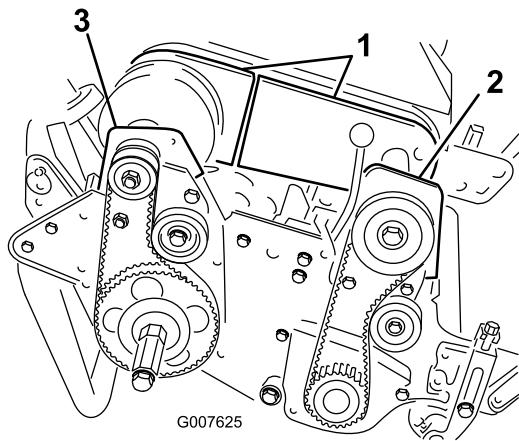

図 35
4. デファンシャル・カバー（前半分と後半分）のボルトを取り、カバーを外してベルトが見えるようにする（図 35）。
6. 前クラッチ・ハウジングをサイド・プレートに固定しているボルト 2 本を外す（図 35）。
8. 右後ベアリング・ハウジングをサイド・プレートに固定しているボルト 2 本とロックナットを外す（図 35）。